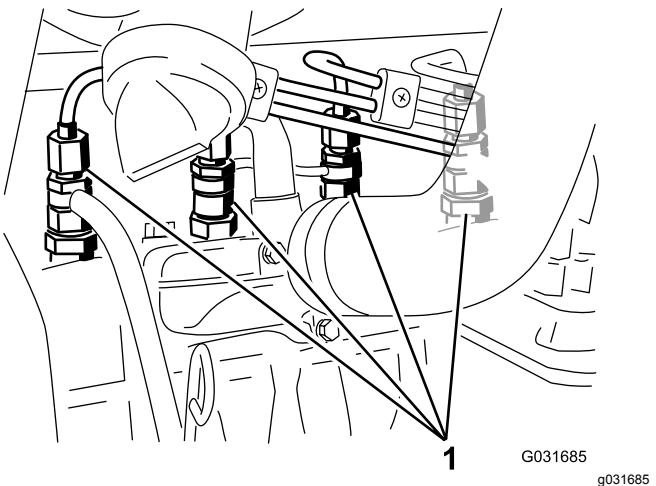

Figura 41
- Liberte a tubagem que se encontra ligada ao injetor nº 1 e à estrutura de suporte da bomba de injeção (Figura 41).